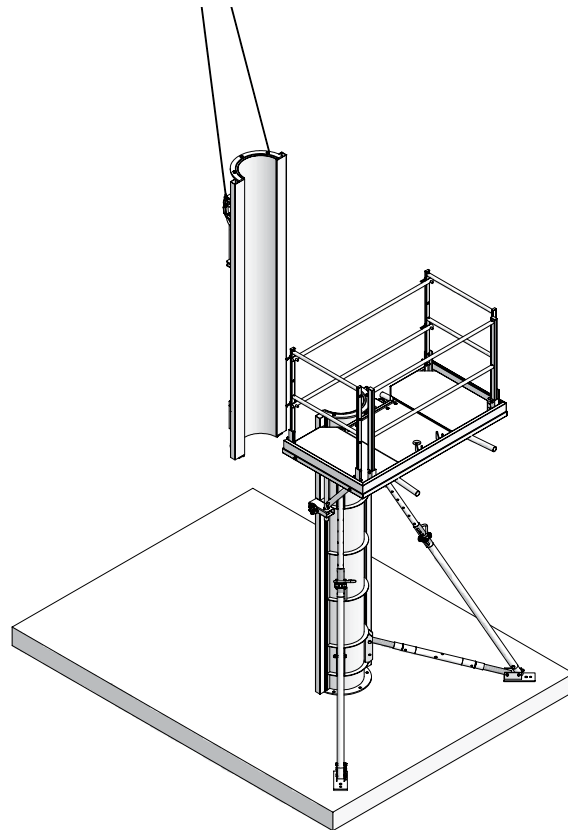

Abb. 9.1
1. Die zweite Halbschale mit dem Kran an die stehende Halbschale heranführen (Abb. 9.1).